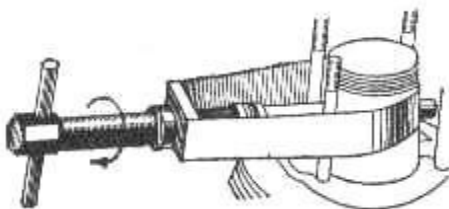

Рис. 80. Выпрессовка поршневого пальца при помощи съемника
3. Выпрессовать при помощи съемника поршневой палец из поршня (рис. 80) и снять поршень.